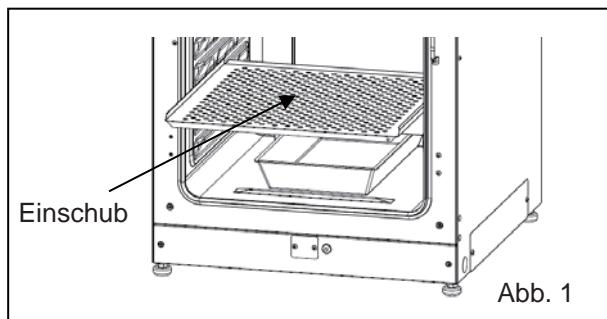

Abb. 1
2. Öffnen Sie die Außen- und Innentüren und ziehen Sie alle Einschübe heraus (Abb. 1).